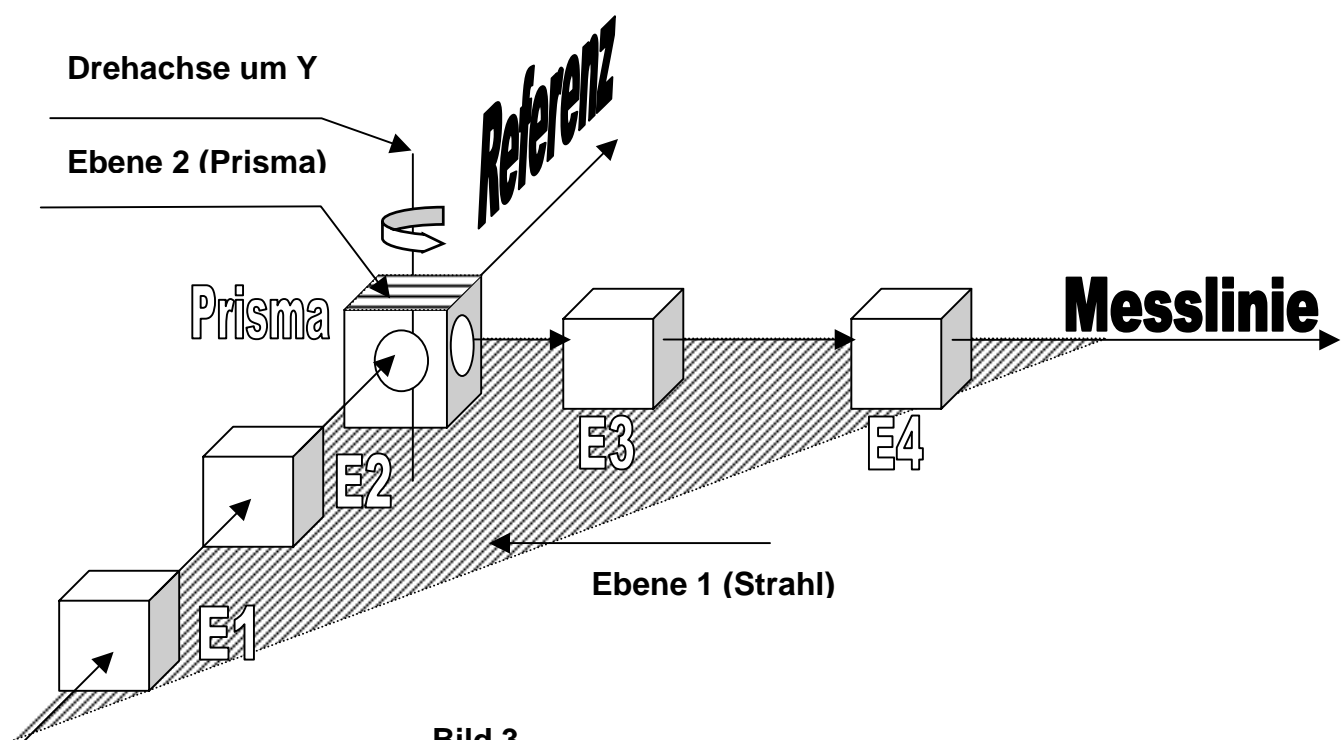

Bild 3
- Einrichten des Laserstrahles in bezug auf die Referenz- und Messebene (*Bild 3*)
- Laserstrahlebene (*Bild 3*, Ebene 1) und
- Pentaprismaebene (Grundfläche des gefassten Prisma), (*Bild 3*, Ebene 2)